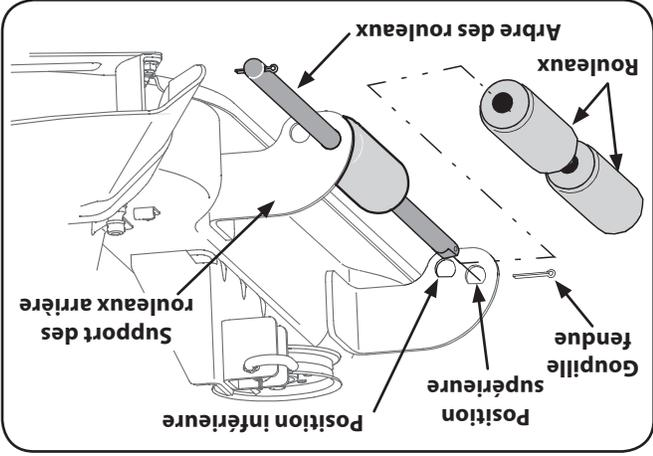

Figure 6-8
1. Dégagez la gouille fendue sur le côté gauche de l'arbre des rouleaux. Voir la Figure 6-8.
2. Glissez l'arbre des rouleaux vers la droite et dégagez les rouleaux quand l'arbre est complètement hors de son support. Voir la Figure 6-8.